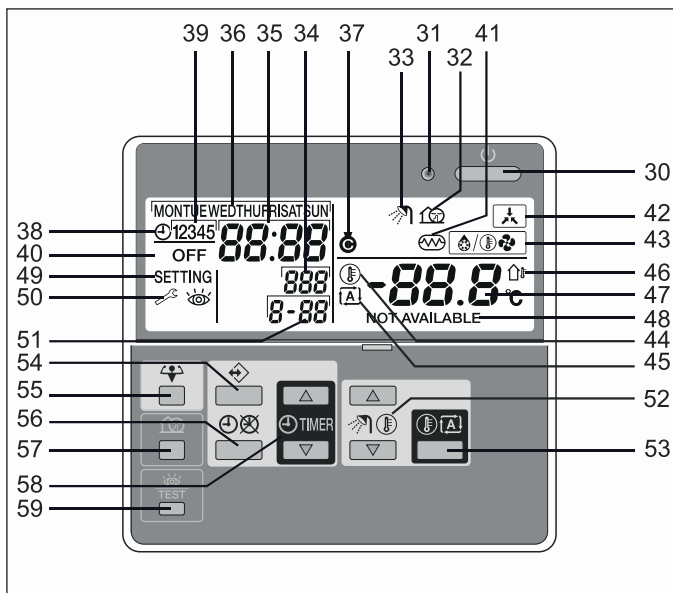

Bild 6-1 Anzeige- und Bedienelemente der Regelung -
- ➔ Im Anzeigefeld (Bild 6-1, Pos. 34) wird die Fühlernummer 001 angezeigt.